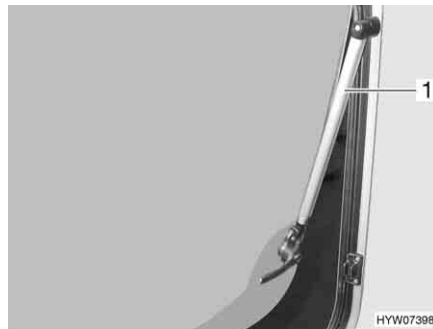

Fig. 78 Fenêtre projetante avec bras automatiques
- Ouvrir la fenêtre projetante jusqu'au cran d'arrêt souhaité. Le bras automatique (Fig. 78,1) s'enclenche automatiquement.